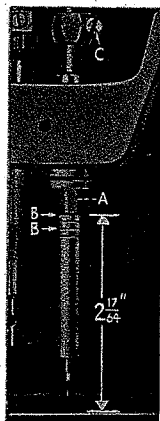

Fig. 11
El manguito inferior de la barra de la aguja, el que se regula con la barra de la aguja, es ajustado en la fábrica. La distancia desde el fondo del manguito (A, Fig. 11) al asiento de la plancha de aguja es de 2-17/64" (5,75 cm.).
Cuando la barra de la aguja está en su posición más baja, la raya reguladora superior (B, Fig. 11) (del par seleccionado) dependiendo de la aguja usada, deberá estar a NIVEL con el borde inferior del manguito inferior de la barra de la aguja (A).
La ilustración (Fig. 11) muestra el ajuste correcto de la barra de la aguja en el Estilo 63400A, usando la aguja extracorta, Tipo 183 GXS o 183 GYS. El ajuste de la barra de la aguja en el Estilo 63400B, usando la aguja corta, Tipo 180 GXS o 180 GYS se lleva a cabo en la misma forma, excepto que se usa el par de marcas inferiores.
funcionamiento hasta que la barra de la aguja esté en su posición más baja, y continúese volteando la rueda de mano o volante hasta que la aguja ascienda y la marca reguladora inferior (del par seleccionado) (Fig. 11) usado en el ajuste de la barra de la aguja está a nivel con el borde inferior del manguito de la barra de la aguja (A).
Dese vuelta al gancho en el eje hasta que el punto del gancho esté a nivel con el centro de la aguja y tan cerca de la aguja como sea posible, sin desviarlo. Un espacio de 0.003 a 0.005 de pulgada* entre la aguja y el punto del gancho es satisfactorio. Con el gancho en esta posición, apriétese bien el tornillo de sujeción opuesto al punto del gancho. Después, apriétense bien los dos tornillos restantes, y verifíquese de nuevo la regulación del gancho con la de la aguja, cuando el tope del ojo de la aguja deberá estar a 1/64" (0,40 mm) debajo de fondo del punto del gancho. Si ésta condición no existiera, vuelva a verificarse el ajuste del manguito de la barra de la aguja en relación al asiento de la plancha de la aguja. (Fig. 11)